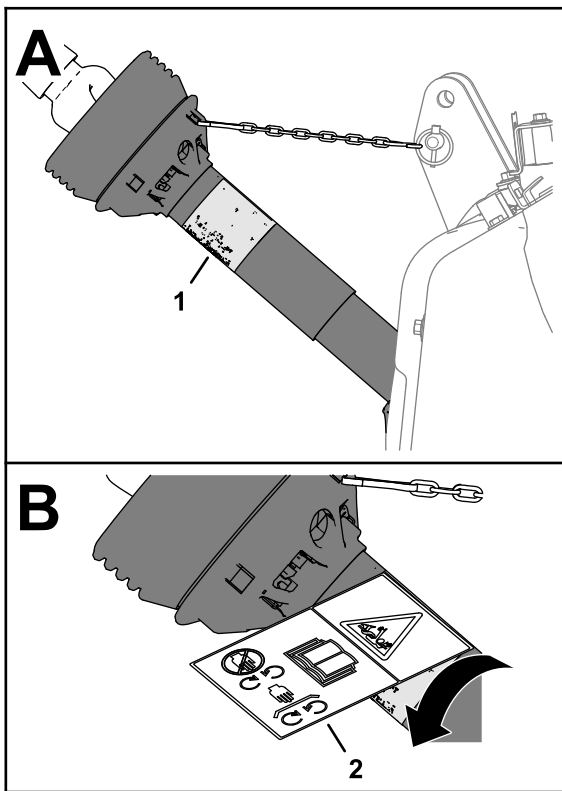

図 19
1. シャフトガードを回して既存の巻き込まれ警告デカルにアクセスする 図 19。
4. 既存の巻き込まれ警告デカルの上からCE 用巻き込まれ警告デカルを貼りつける 図 19。